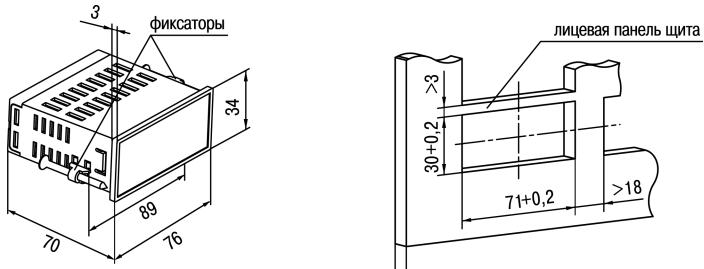

Рисунок 4.2 – Габаритные размеры корпуса Щ3
1. Подготовить на щите управления монтажный вырез для установки прибора (см. рисунок 4.2).